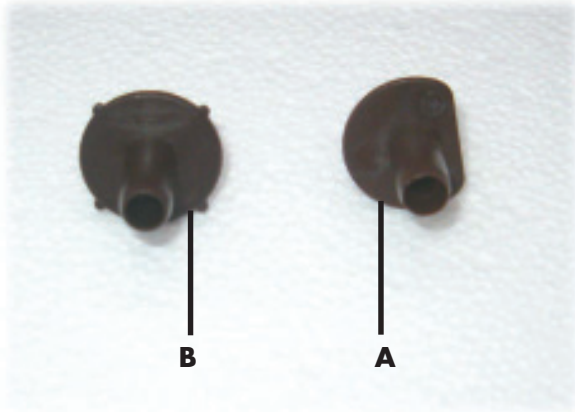

Abb. 10
11. Die Muffe **A** aus dem ersten Mixer herausnehmen. (Abb. 10 e Abb11).